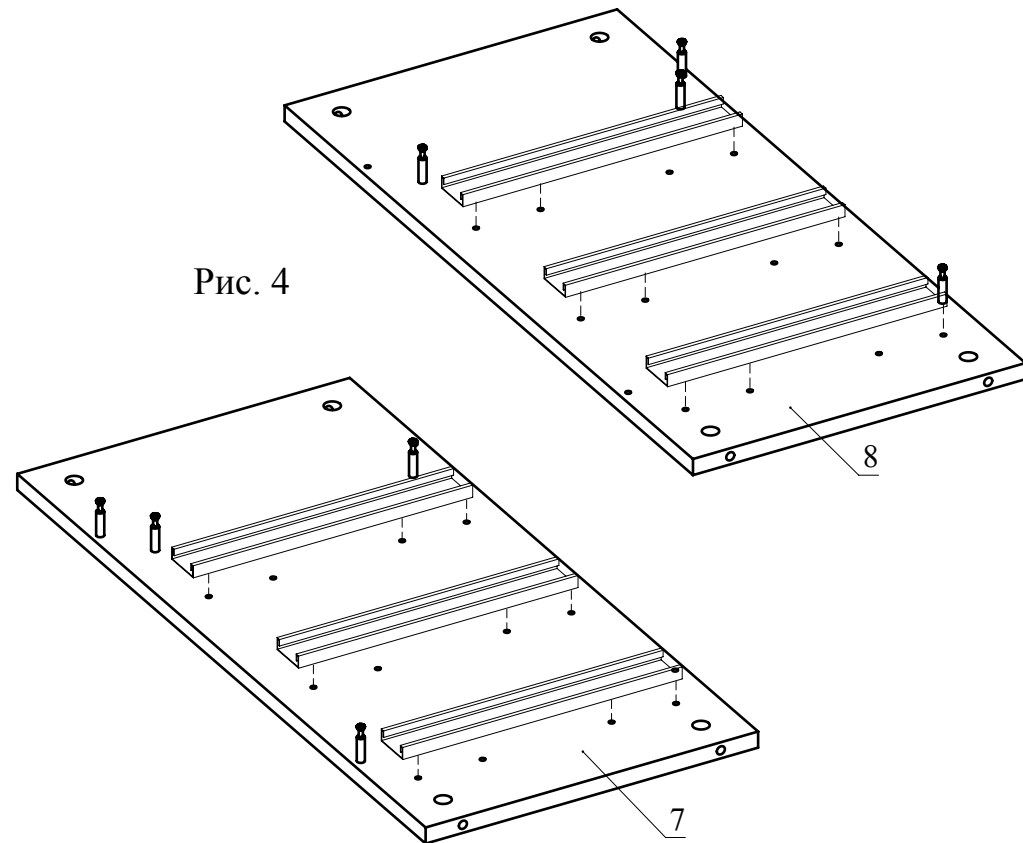

Рис. 4
3. Отсоедините от основания телескопических направляющих внутренние планки, отогнув пластиковый рычажок фиксатора (Рис. 3). Основания телескопических направляющих закрепите на деталях 7, 8 винтами М5х8 (Рис. 4). !!! Приложите телескопическую часть отверстиями к отверстиям на боковине стола так, чтобы они были отцентрованы относительно друг друга. Вкрутите винты М5х8 с помощью шуруповерта, приложив немного усилий. **Внимание:** винт М5х8 должен заходить с натягом для максимально плотной фиксации телескопических направляющих.